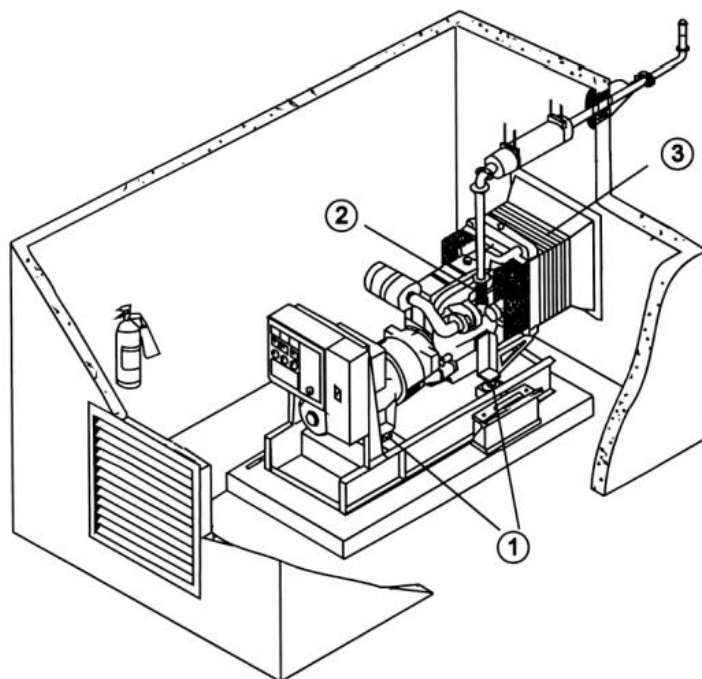

Рис. 5.
**4.5.2 Демпфер:** демпферы [Поз. № 1, Рис. 5.] устанавливаются между ножками двигателя/генератора и платформой для уменьшения вибраций генераторной установки, передаваемых зданию. Платформа крепится непосредственно к блоку основания. Для больших генераторных установок двигатель/генератор переменного тока жёстко крепится на платформе с дополнительными демпферами для установки заказчиком между платформой и основанием. В любом случае ДГУ должна жёстко фиксироваться на основании (с демпферами или без) для предотвращения перемещений. Внешние подключения к генераторной установке также должны иметь вибрационное демпфирование, например, гибкий топливопровод, гибкие вентиляционные трубы [Поз. № 3, Рис. 5.], гибкое соединение отвода выхлопных газов [Поз. № 2, Рис. 5.], мягкие кабельные каналы, держатели и соединения и т.д.